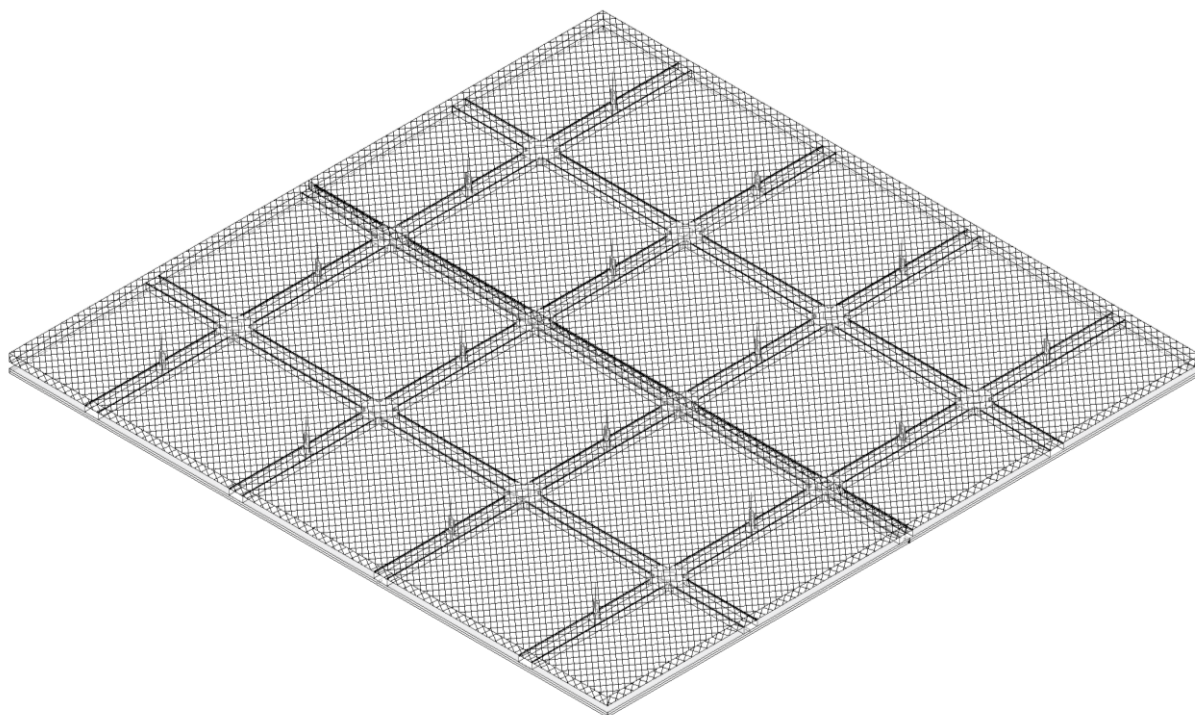

Рис. 16
11. Уложить минераловатные плиты поверх каркаса на вновь смонтированном участке плит Fireguard (рис. 16)